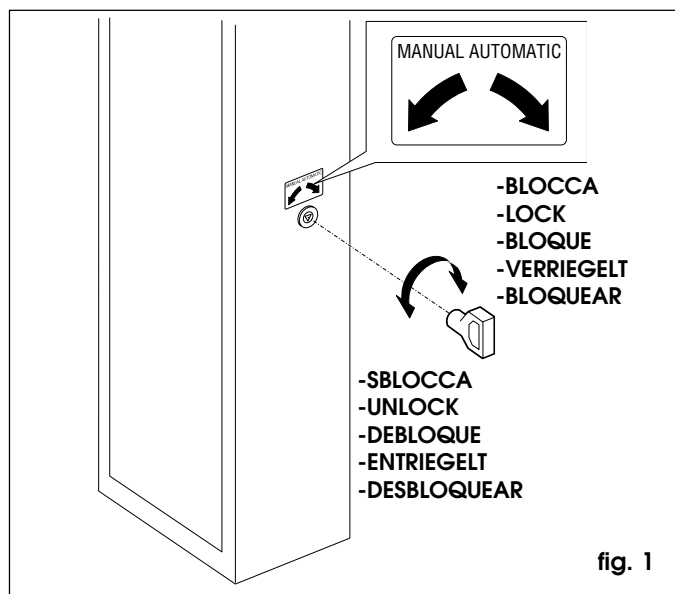

fig. 1
- Introduzcan la llave triangular (Fig.1) en la cerradura y gírenla una vuelta en **sentido antihorario**.